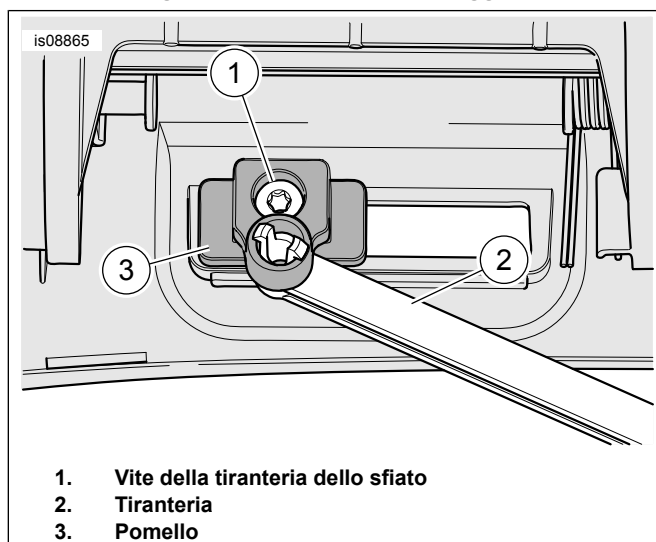

Figura 4. Vite della tiranteria dello sfiato
4. Vedere Figura 4. Rimuovere la vite (1). Rimuovere il leveraggio (2). Installare la parte anteriore della nuova sede. Serrare la vite a 1,3–2 N·m (12–18 in-lbs).